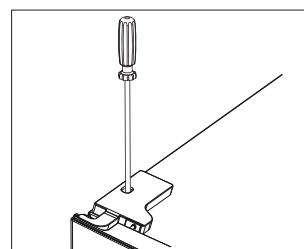

Fig. 17
- ▶ Sæt hængselsafdækningen (27) med monteret dørkontakt på hængslet, og skru hængselsafdækningen (27) fast (fig. 17).